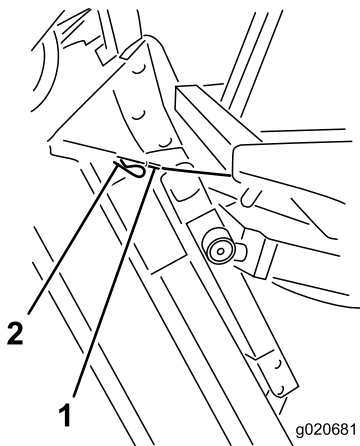

Figura 82
6. Sujetando la unidad de corte en posición vertical, coloque el extremo del cable sobre el pasador del brazo de elevación de la unidad de corte y fíjelo con la chaveta (Figura 82).